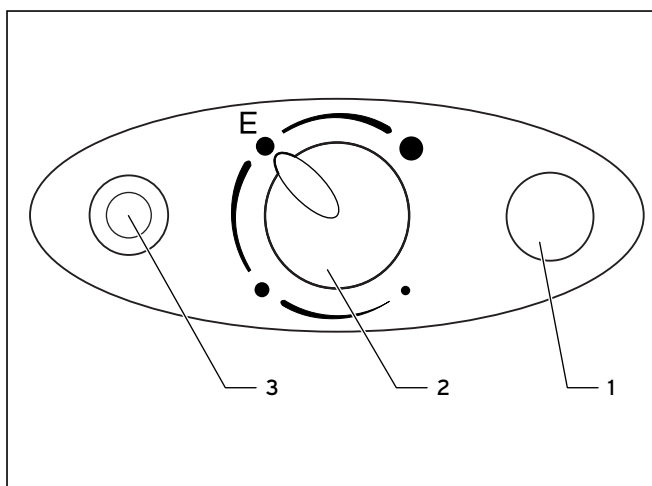

Рис. 4.2 Экран управления
VEH exclusiv/pro можно подключить со схемой двухтарифного подключения. В таком случае во время низкого тарифа предприятие энергоснабжения включает основную нагрузку. Регулятор температуры на протяжении этого времени автоматически включает и выключает мощность на нагрев. При необходимости, нажав на кнопку (3, рис. 4.2) можно активировать „Быстрый нагрев“ VEH exclusiv/pro. По достижении выбранной температуры быстрый нагрев автоматически выключается и не включается снова. Эксплуатация VEH exclusiv/pro во время быстрого нагрева обозначается желтой сигнальной лампой.
VEH exclusiv/pro однократно нагревает водяной объем при нажатии на кнопку (3, рис. 4.2). На протяжении этого времени горит желтая сигнальная лампа. Каждый процесс нагрева включается отдельно нажатием на кнопку (3).